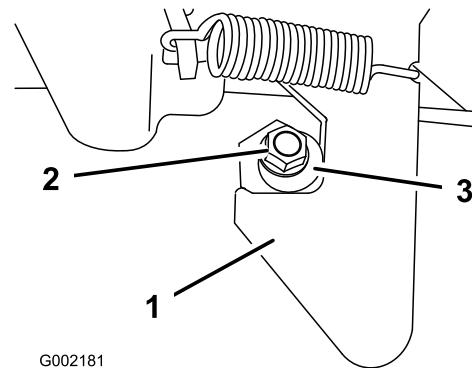

図 50
1. ラッチポストの端についているロックナットをゆるめる図 50。
2. ラッチポストを右回りに回転させてラッチのフック部にちょうど嵌るようにする図 50。